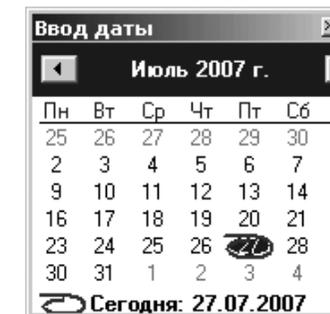

Рис. 5.44. Диалоговое окно **Ввод даты**
- щелкните дважды в ячейке **Дата подписания документа**. Появится диалоговое окно **Ввод даты**. Один из возможных видов диалогового окна **Ввод даты** показан на рис. 5.44;